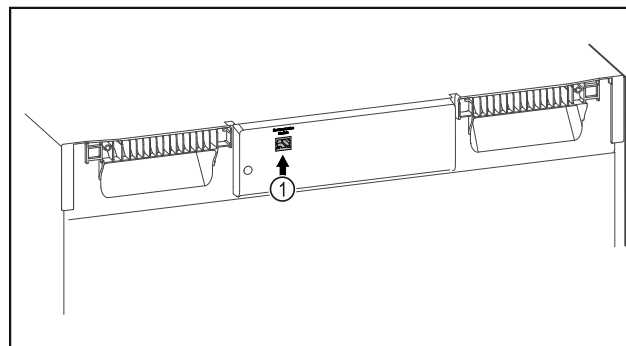

Fig. 114
- ☐ Vstavljen je SmartModule Fig. 114 (1).